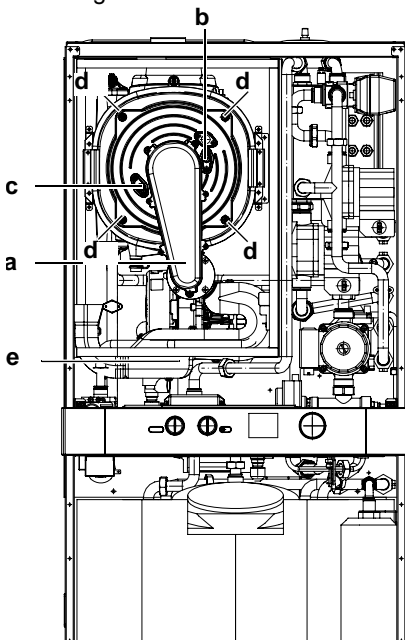

Figura 9.9 Vista d'assieme
Rimozione del gruppo bruciatore ventilatore in Figura 9.9
- 7 Rimuovere i dadi ed estrarre il gruppo bruciatore ventilatorea in Figura 9.9
- 10 L'elettrodo di rivelazioneec in Figura 9.9 funge anche da sensore per il corretto scarico della condensa. Se tale elettrodo viene a contatto con acqua di condensa presente all'interno della camera di combustione manda in blocco di sicurezza la caldaia.